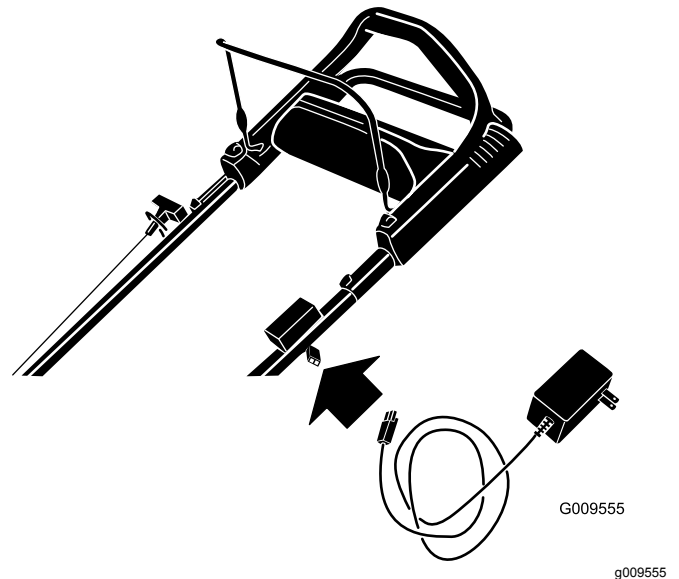

Figure 39
1. Branchez le chargeur au faisceau de câblage de la machine situé sous la clé de contact (Figure 39).